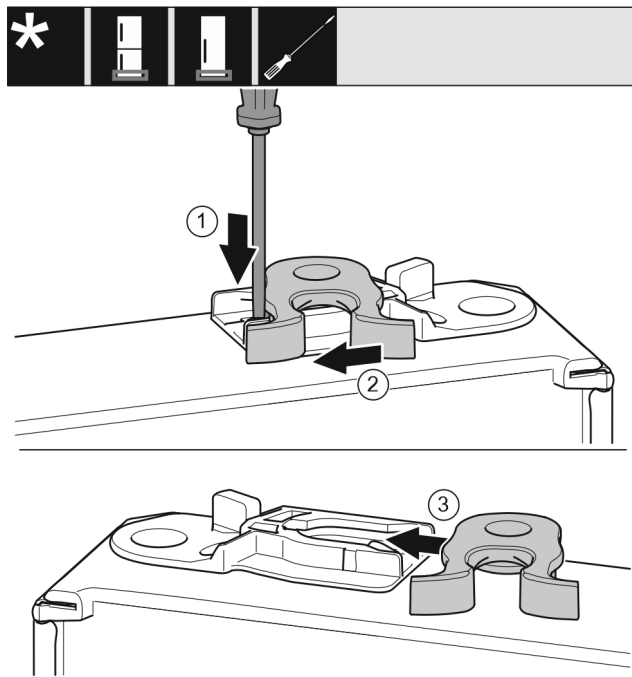

Fig. 19
- Tryck ner flärpen med en spårskruvmejsel. Fig. 19 (1)
- Dra ut låsbygeln ur fästet. Fig. 19 (2)
- Skjut in låsbygeln i fästet på andra sidan. Fig. 19 (3)